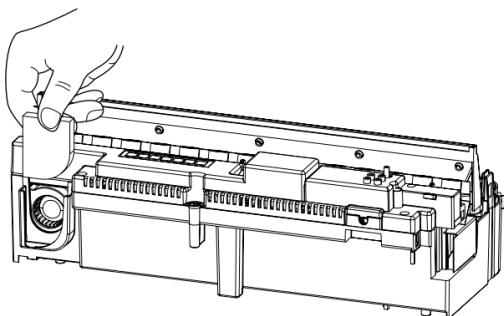

Fig 32
2. Schuif het luchtfilter voorzichtig omhoog uit de plastic houder. (afb. 32)